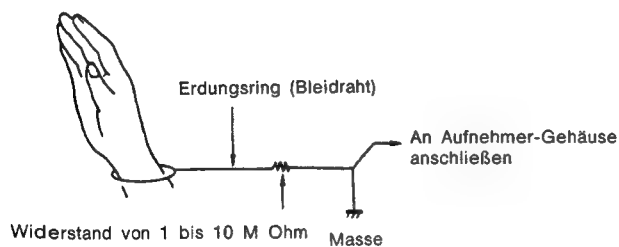

Abb. 12
#### ② Handhabung des Teile-Mechanismus (Abb. 12)
Bei Arbeiten mit dem Aufnehmer-Mechanismus und dem Teile-Mechanismus, benutzen Sie einen Erdungsring, wie in Abb. 12 dargestellt. (Ein Erdungsring kann aus gewöhnlichem Bleidraht bestehen).